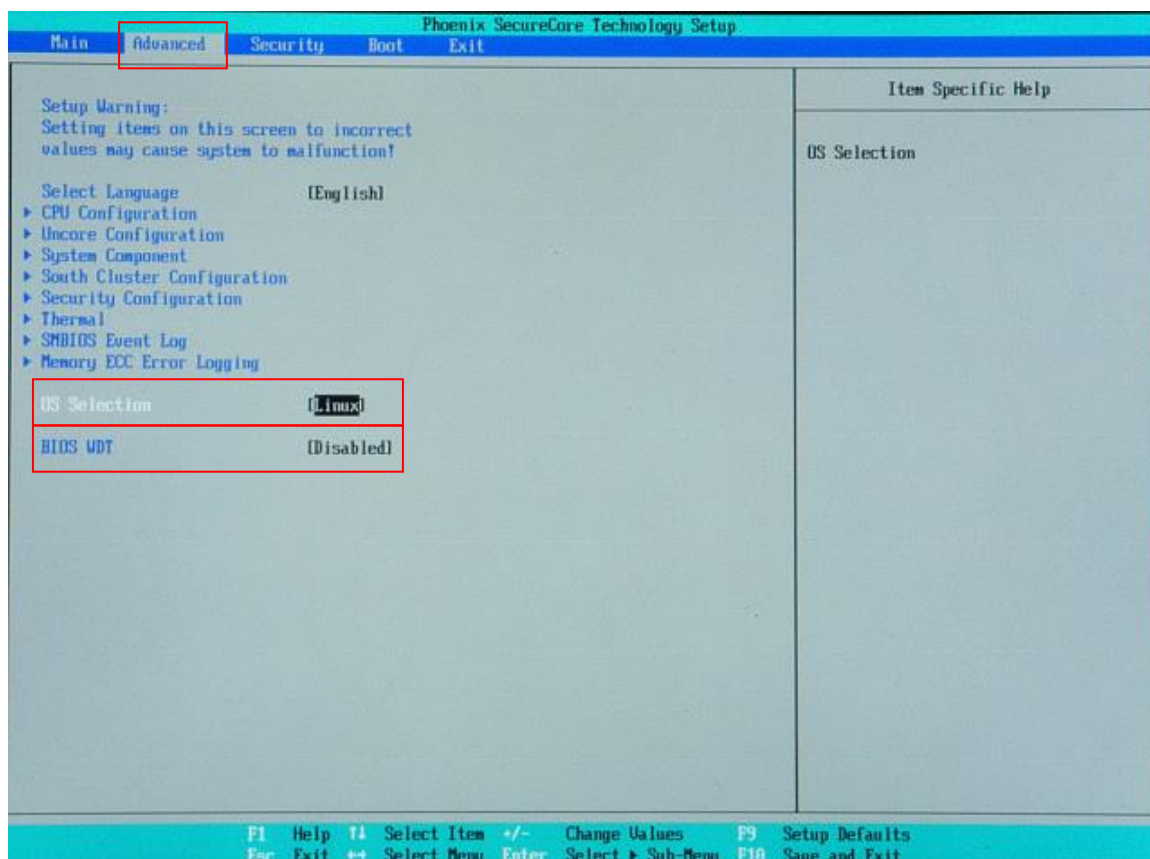

図 6-1-2. BIOS 設定 Advanced メニュー
- ① LAN ケーブルが接続されている場合は、LAN ケーブルを取り外してください。
- ② USB メモリ、SD カードなどのストレージメディアが接続されている場合は、ストレージメディアを取り外してください。また、サブストレージ（mini m-SATA2）が接続されている場合は、サブストレージを取り外してください。
- ③ USB-DVD ドライブにリカバリ DVD を入れ APL シリーズ本体に接続します。
- ④ USB キーボード、USB マウスを接続します。
- ⑤ 電源を入れます。BIOS 起動画面が表示されたところで [F2] キーを押し、BIOS 設定画面を表示させます。
- ⑥ BIOS 設定画面が表示されたら、[Advanced] メニューを選択します。（図 6-1-2）
- ⑦ [OS Selection] を [Linux]、[BIOS WDT] を [Disabled] に設定します。
- ① 電源を入れ、BIOS 起動画面が表示されたところで [F2] キーを押し、BIOS 設定画面を表示させます。
- ② BIOS 設定画面が表示されたら、[Advanced] メニューを選択します。(図 6-1-2)
- ③ [OS Selection] を [Windows]、[BIOS WDT] を [Enabled] に設定します。